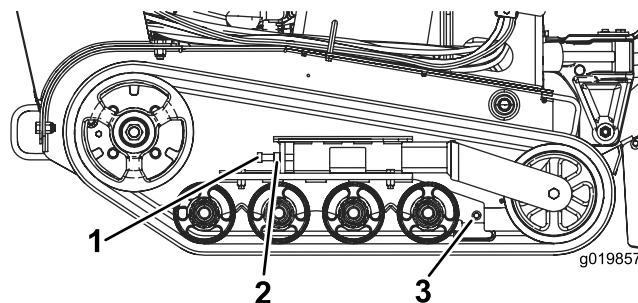

Figure 46
3. Desserrez l'écrou de blocage sur le boulon de tension de la chenille (Figure 46).
4. Serrez le boulon de réglage de tension à un couple de 32,5 à 40,7 Nm pour tendre la chenille (Figure 46).
4. Desserrez le boulon de réglage de tension et l'écrou de blocage (Figure 46).